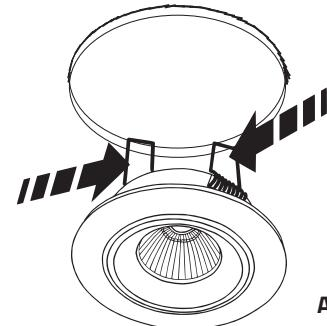

Abb. 4
3. Federn des Einbaustrahlers zusammendrücken und diesen in das ausgesägte Loch einsetzen (Abb.4).